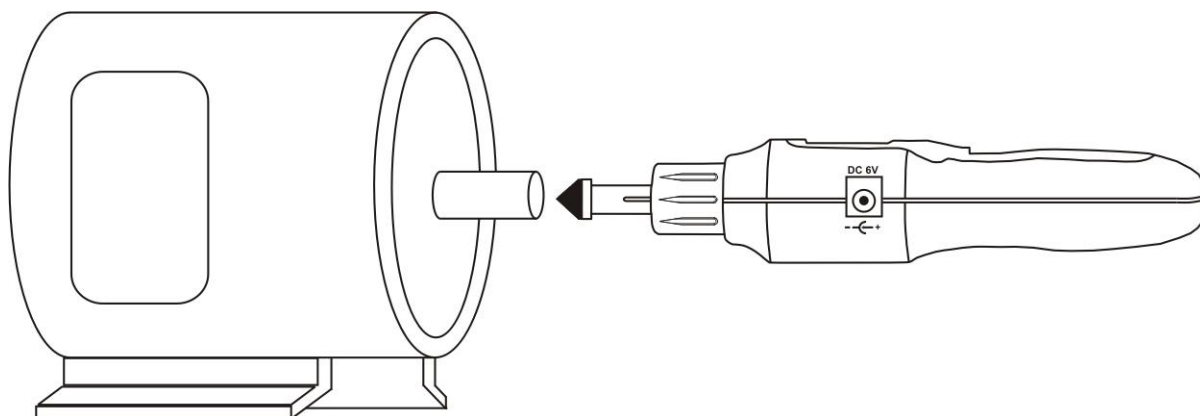

Fig. 3: Medição da velocidade de contato em veios rotativos
5. Pressione e segure o botão /MEAS colocando o terminal de borracha no eixo giratório do objeto sob teste (ver Fig. 3) e realizar a medição. Durante a medição o símbolo “” é mostrado no visor